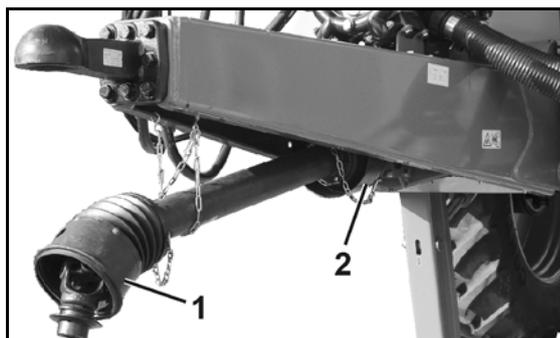

Рис. 12
- Рис. 12/...
- (1) Защитный кожух карданного вала с фиксирующими цепями
- (2) Защитная воронка со стороны агрегата